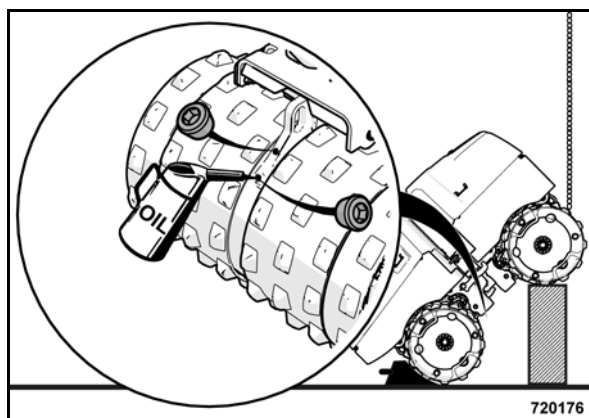

Рис. 105
- Залить на переднем ободе через сливные отверстия масло (Рис. 105).